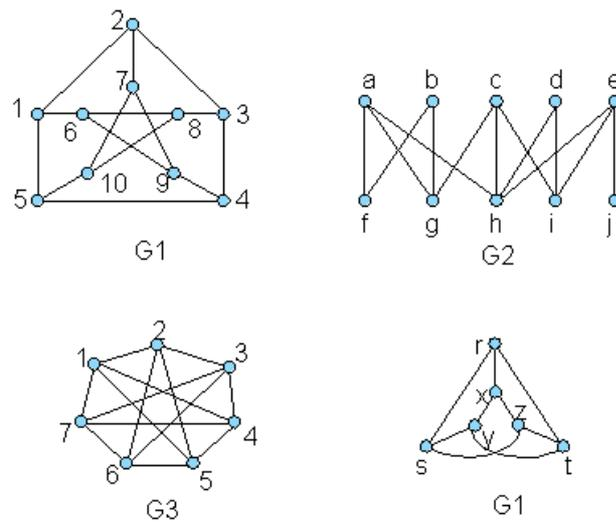

Figura 4.5: Exemplos de Grafos
**vértices**, e de um conjunto  $E(G)$  finito de pares de elementos distintos de  $V(G)$  denominados **arestas**. A figura 4.5 traz alguns exemplos de grafos.